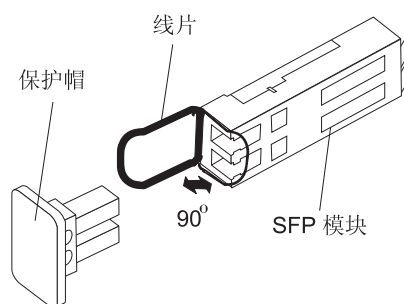

图 18. 松开金属丝类 SFP 模块滑锁
- 如图 18 中所示，对包含金属丝卡口的 SFP 模块，从 90° 方向向外拉动金属丝滑锁，以松开 SFP 模块滑锁。